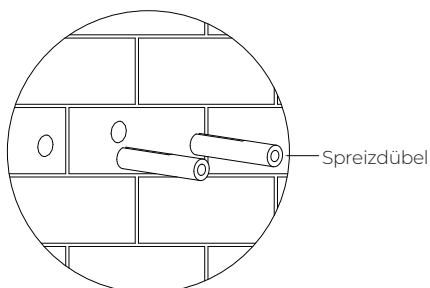

Abb. 3-14-3
- Schlagen Sie den Spreizdübel ein, bis er bündig mit der Wand abschließt. Siehe Abb. 3-14-3.